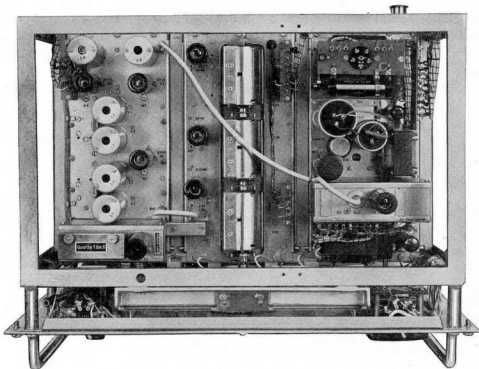

Abb. 6. Übersicht über die Bausteine des Kw-Empfängers E127 Kw/4
Die einzelnen Bausteine des Gerätes sind in einem Winkelrahmengestell zusammengebaut. Sie sind mechanisch und elektrisch in die Baugruppen: Gestell (6), HF-Teil (1), ZF-Teil (2), Netzteil mit NF-Teil (4), A1-Überlagerer (5) und Frontplatte (7) gegliedert. Das Rahmengestell mit seinen eingesetzten Baugruppen wird in das Gehäuse eingeschoben und mit vier Schrauben darin festgehalten. Siehe hierzu auch Abb. 6 „Übersicht über die Bausteine“.